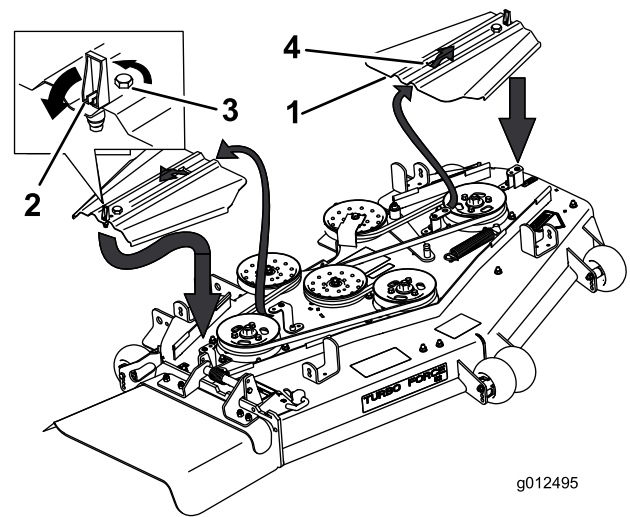

Figura 67
5. Retire las cubiertas de las correas y los pernos que están sujetos a las mismas (Figura 67).
12. Instale las cubiertas de las correas deslizando la cubierta sobre la pestaña, apriete los pernos y cierre los enganches (Figura 67).